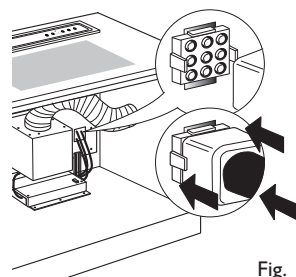

Fig. 1
- La connessione a 9 poli sia ben inserita. (Fig. 1)